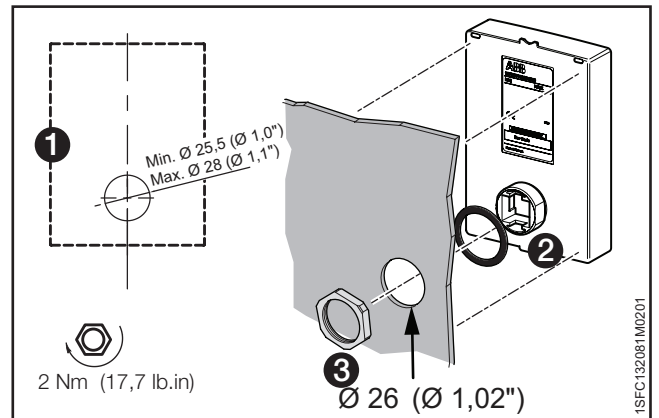

Abbildung 4.9
1. Um das bewegliche Display vom Softstarter abzunehmen, lösen Sie die Kunststoffflasche unter dem Display. Siehe dazu **1** und **2** in **Abbildung 4.9**.
2. Bohren Sie an der Stelle ein Loch, an der das bewegliche Display angeschlossen werden soll. Der maximale Durchmesser der Bohrung beträgt $\varnothing 26$ mm ($\varnothing 1,02$ "), siehe **1** in **Abbildung 4.9**. Platzieren Sie die Gummidichtung um den verschraubten Netzwerkanschluss am beweglichen Display. Siehe **2** in **Abbildung 4.9**. Drücken Sie den verschraubten Netzwerkanschluss durch die gebohrte Öffnung. Siehe **3** in **Abbildung 4.9**. Befestigen Sie die Kunststoff-Schraubenmutter am verschraubten Netzwerkanschluss mit 2 Nm (17,7 lb/in).